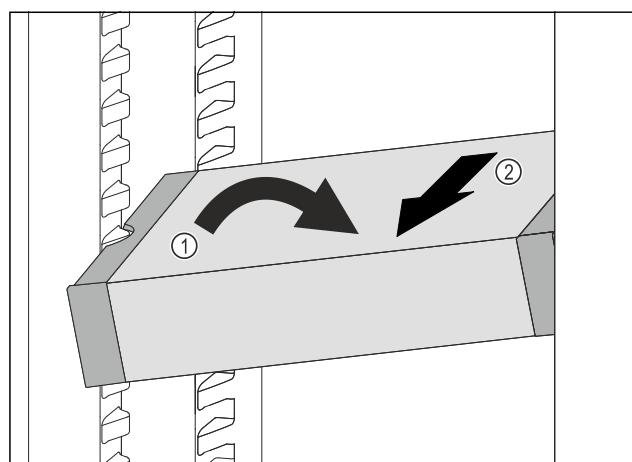

Fig. 124
- Predal VarioSafe postavite v hladilniku postrani. Fig. 124 (1)
- Predal VarioSafe izvlecite v smeri naprej. Fig. 124 (2)